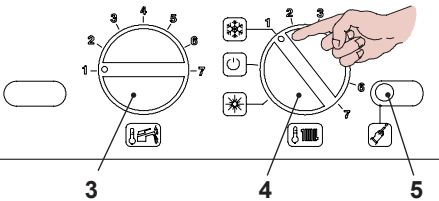

Fig. 5.9
- Prima di alimentare elettricamente la caldaia posizionare la manopola 4 come indicato in Fig. 5.9.
- Per settare il funzionamento della modalità Antilegionella, bisogna entrare in programmazione tenendo premuto per 15 secondi il pulsante di ripristino 5 in Fig. 5.9 sino alla comparsa del parametro **P01** sul display LCD; sul display LCD compare la seguente
- Premere il pulsante di ripristino 5 in Fig. 5.9 per lo scorrimento dei vari parametri sino al raggiungimento del parametro **P17** valido per il settaggio della funzione Antilegionella; sul display LCD compare la seguente visualizzazione (alla sequenza **P17** si alterna **01**).